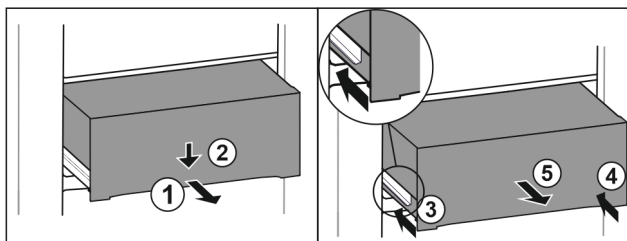

Fig. 114
- Dra ut utdragslåda till hälften. Fig. 114 (1)
- Tryck utdragslådan på framsidan nedåt. Fig. 114 (2)
- Skjut in vänster skena ca 2 cm. Fig. 114 (3)
- Skjut in höger skena ca 2 cm. Fig. 114 (4)
- Ta ut utdragslåda genom att dra den framåt. Fig. 114 (5)